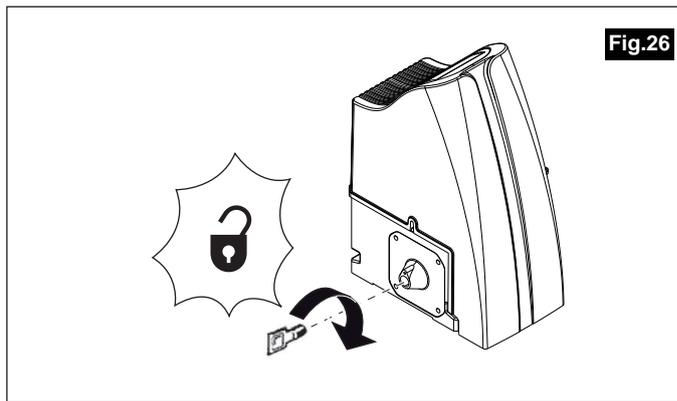

Fig.26
- tourner la clé dans le sens des aiguilles d'une montre (Fig.26) pour déverrouiller.